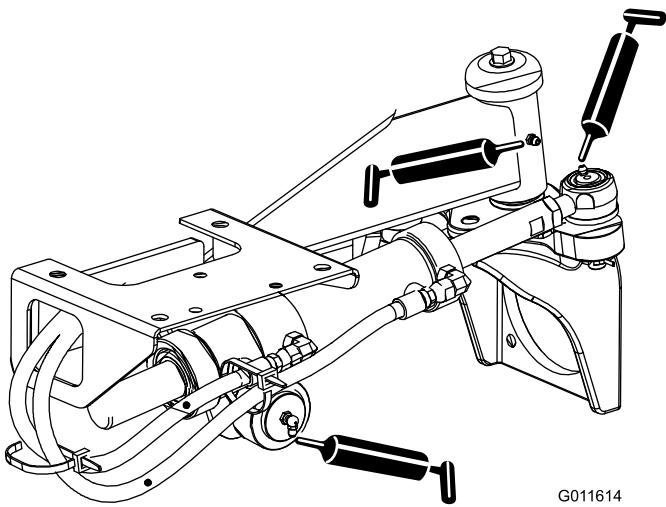

Figura 35
- Rótulas do cilindro de direção (2) e eixo traseiro (1)—Figura 35